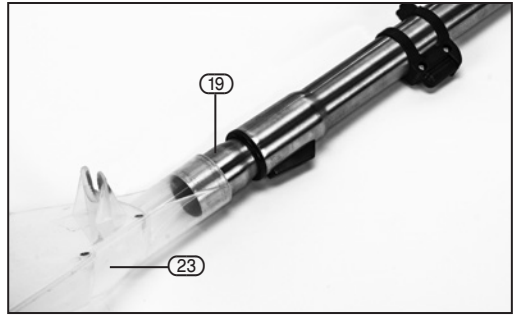

FIG. 13
8.3 FITTING THE LARGE FLUID NOZZLE– FIG. 13